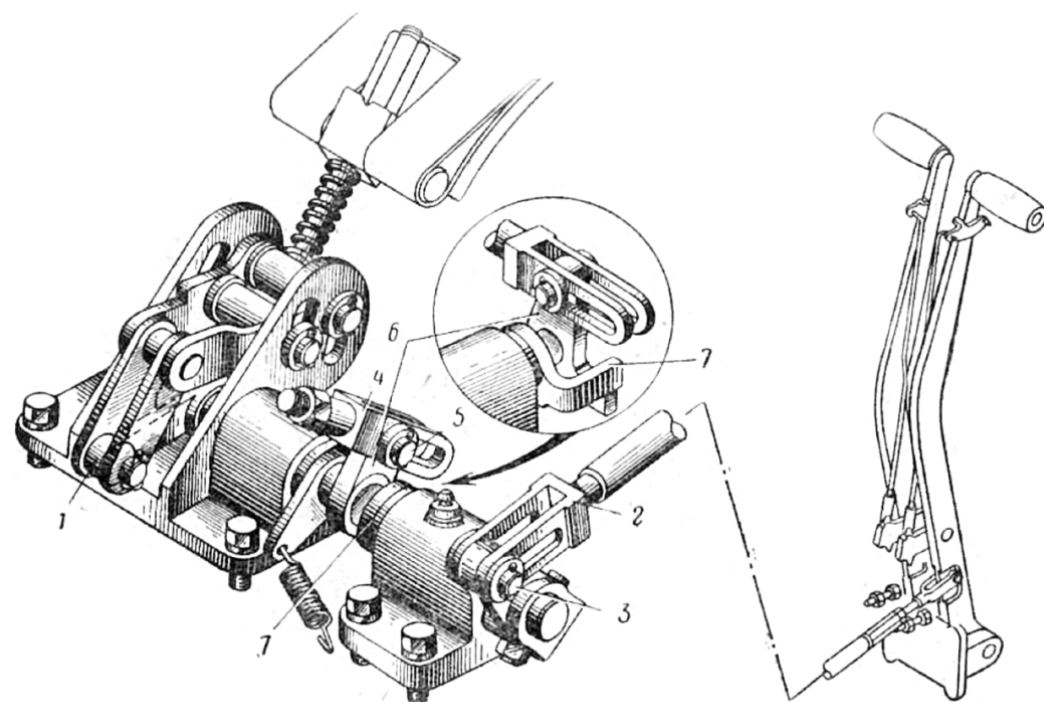

Рис. 33. Схема регулировки привода остановочных тормозов транспортера-тягача МТ-ЛБ:
2. Отрегулировать положение вилки 4 (рис. 33), свинчивая ее или навинчивая на шток тормозной камеры, так, чтобы палец 5 упирался в верхний торец прорези вилки. При этом рычаг 1 остановочного тормоза должен находиться в горизонтальном положении.